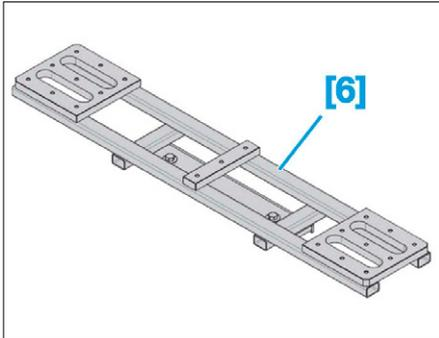

FIG. 72
- [6]. Traverse (réf. 0554) (Fig.72).